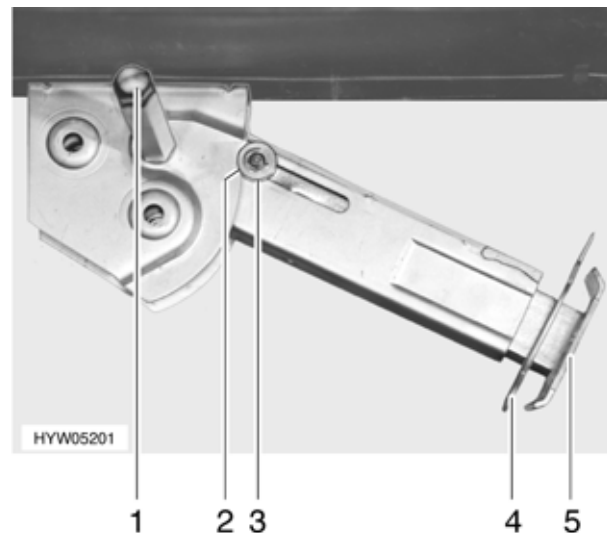

Bild 42 Hubstütze
- Am Sechskant (Bild 42,1) den Steckschlüssel aufstecken und drehen, bis die Hubstütze senkrecht nach unten steht.
- Splint (Bild 42,4) aus der Stützfußverlängerung (Bild 42,5) herausziehen.
- Am Sechskant (Bild 42,1) den Steckschlüssel aufstecken und drehen, bis die Hubstütze wieder vom Boden frei ist.
- Stützfußverlängerung (Bild 42,5) ganz einschieben und Splint (Bild 42,4) in vorgesehene Bohrung an der Stützfußverlängerung stecken.
- Mit Steckschlüssel am Sechskant (Bild 42,1) drehen, bis Hubstütze nach oben geschwenkt und die Führungsscheibe (Bild 42,3) vollständig in die Kerbe (Bild 42,2) eingefahren ist.
- ▷ Darauf achten, dass alle Hubstützen vollständig eingeklappt sind, dass alle Stützfußverlängerungen ganz eingeschoben und mit Splint (Bild 42,4) gesichert sind und dass bei allen Hubstützen die Führungsscheibe (Bild 42,3) in die Kerbe (Bild 42,2) eingefahren ist.